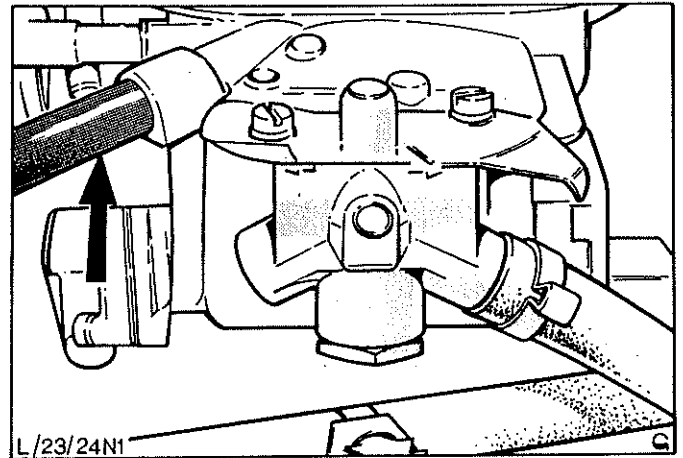

Abb.13 Gemischzufuhrschlauch zum Verzögerungsventil (nur bei Fahrzeugen für Schweden)
8. Schläuche zum Verzögerungsventil und Abgasrückführungsventil (EGR) vom Vergaser abbauen, Abb.13.
14. Wo zutreffend, Schläuche von EGR-Ventil und Verzögerungsventil am Vergaser anschließen, Abb.13. (Nur bei schwedischen Ausführungen.)